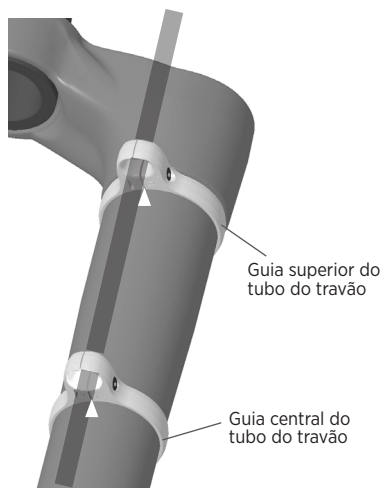

Figura 15: Posicionamento das guias do tubo do travão
3. Remova os dois parafusos das guias central e superior do tubo do travão. A guia central do tubo do travão está marcada com um "M" e tem um diâmetro ligeiramente mais pequeno do que o da guia superior do tubo do travão (marcada com um "U"). Instale o tubo do travão através da abertura em cada uma das guias. Volte a colocar os parafusos com folga (Figura 15).
4. Posicione as guias central e superior do tubo de modo que a fenda inferior fique alinhada com a ponta superior de cada uma das setas gravadas a laser no garfo (representadas pelas pontas de seta brancas na Figura 15). Utilize uma ponteira hexagonal de 2,5 mm e uma chave dinamométrica para apertar o parafuso com 0,9 N.m (8 pol/lb).